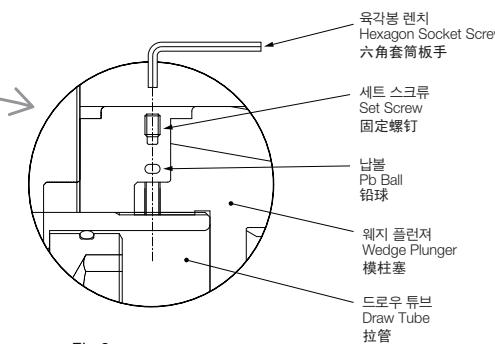

Fig.3
(1) 플런저에 드로우 투브를 연결하여 주십시오. 척의 드로우 투브는 별도로 포장되어 있습니다. 플런저 나사의 끝단을 스패너를 사용하여 체결하고 부속의 남볼과 세트스크류를 아래 그림처럼 느슨하게 조여 주십시오.(Fig.3)
(1) Connect the drawtube to the plunger. Install the tube using the set screw and Pb ball.(see Fig.3)